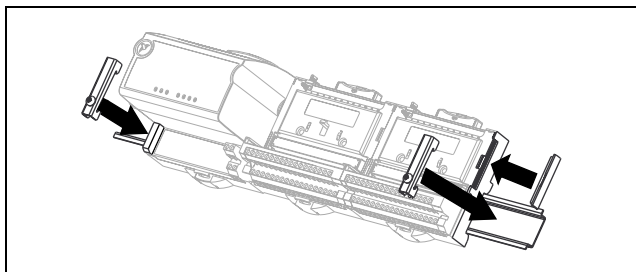

図 3. レールロックと保護カバーの追加
7. 図 3 のように、バンクにある最後のターミナルベースのローカルバスコネクタに保護カバーを取り付けます。レールロックをスライドさせてネジで留めることによって追加します。